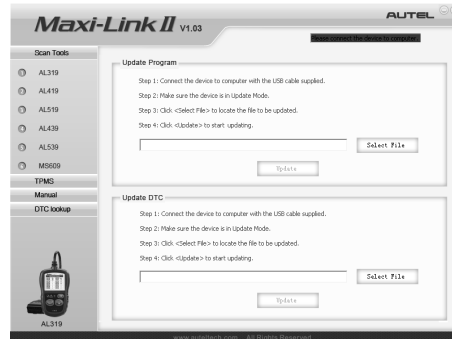

Bild 3.11
- 2) Starten Sie das MaxiLink II Tool Kit auf Ihrem Computer. (Bild 3.11)
- 5) Wählen Sie die zu aktualisierenden Programme auf Ihrem Computer. Es gibt zwei Arten von Programme: Betriebssystem und DTC Bibliothek. (Bild 3.11)